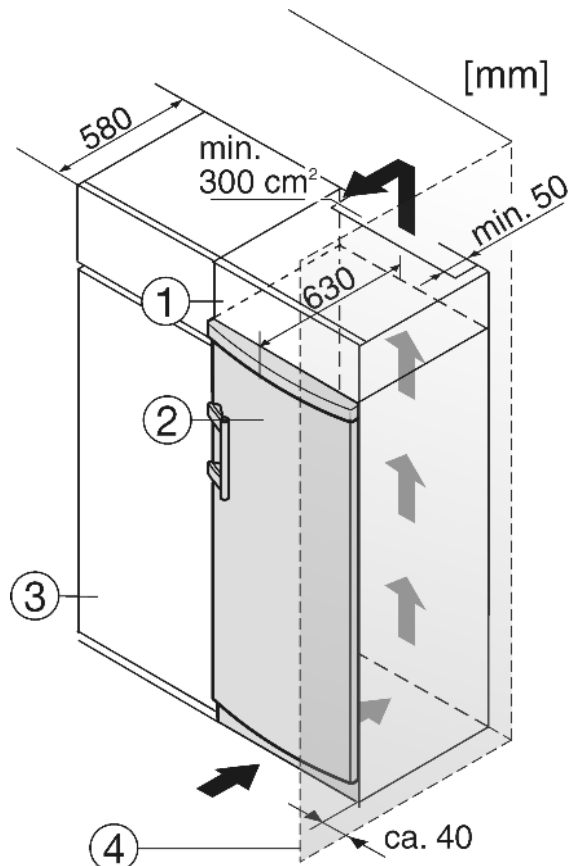

Fig. 8
(2) Berendezés
(4) Fal
A készüléket körbe lehet építeni konyhaszekrényekkel. Rá lehet szerelni egy rátét szekrényt Fig. 8 (1), hogy a készüléket Fig. 8 (2) a konyhabútorok magasságához igazítsa.
Ha a készüléket (max. 580 mm mélységű) konyhaszekrényekkel építi körül, akkor közvetlenül a konyhaszekrény Fig. 8 (3) mellé is felállíthatja. A berendezés ajtaja oldalirányban 34 mm, a készülék közepétől 50 mm-rel nyúlik túl a konyhaszekrény előlapjához képest. Így azt kifogástalanul lehet nyitni és csukni.
Mikor a berendezést a csuklópántokkal egy fal Fig. 8 (4) mellett állítja fel, akkor a berendezés és a fal közti távolság legalább 40 mm legyen. Ez nyitott ajtó esetén megfelel a fogantyú túlnyúlásának.